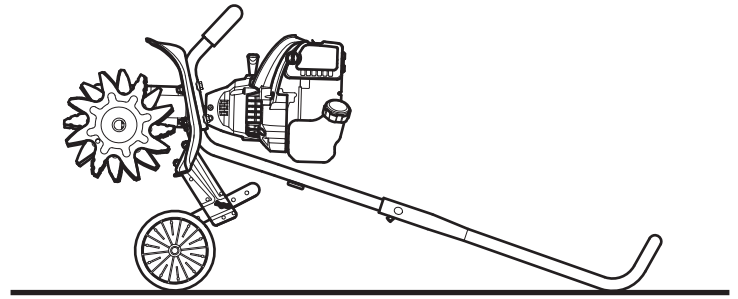

Fig. 13
2. Coloque la unidad en una superficie plana y nivelada. Inclíne la unidad hacia atrás de manera que la barra de control toque el suelo y el motor quede en posición horizontal (Fig. 13).
2. **Ubique la unidad sobre una superficie plana y nivelada.** Incline la unidad hacia atrás de manera que la barra de control toque el suelo y el motor quede en posición horizontal (Fig. 13).